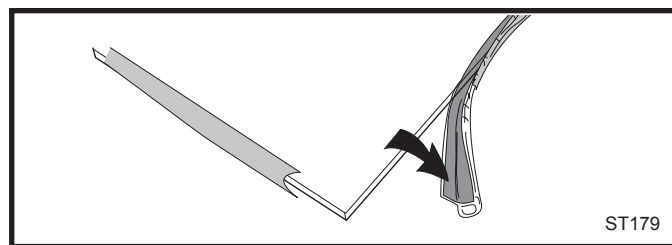

Fig. 84 Enveloppez le matériau d'étanchéité autour du rebord extérieur du panneau vitré.
3. En commençant du côté long de la bordure, détachez la bande protectrice du joint sur une longueur de 152mm (6po), puis appliquez la face adhésive plate de celui-ci autour du rebord faisant face au côté extérieur du panneau vitré. Continuez à étaler le joint à la périphérie du panneau en répétant l'opération précédente, puis en prenant soin de ne pas étirer le matériau d'étanchéité et de ne pas superposer les extrémités du joint. (Fig. 84)